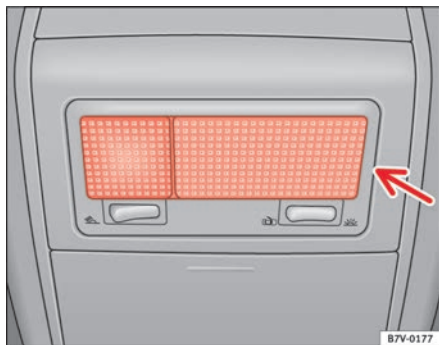

Abb. 169 Leseleuchte
- Drehen Sie die Lampenfassung auf der Rückseite der Lampe in Pfeilrichtung ⇒ Abb. 169 und nehmen Sie sie ab.